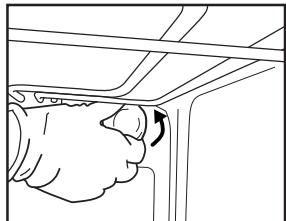

Fig. 6
2. Skru løs lampedekslet (Fig. 6) og skift ut pæren (se type i anmerkning) og skru deretter til lampedekslet igjen.